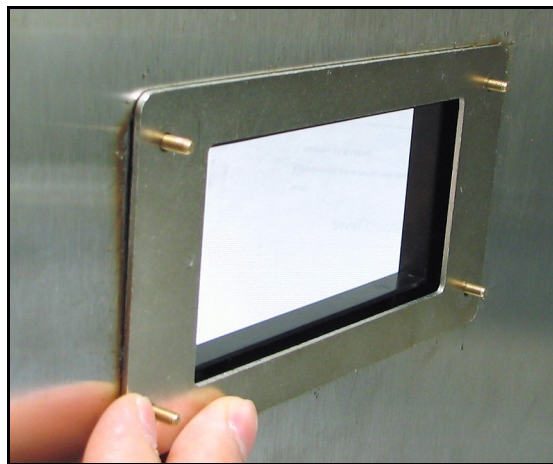

Figura 18: Applicazione della placchetta di supporto
3. Dietro al pannello posizionare la placchetta metallica di supporto sulle quattro viti di montaggio della piastra adattatrice (vedere Figura 18).